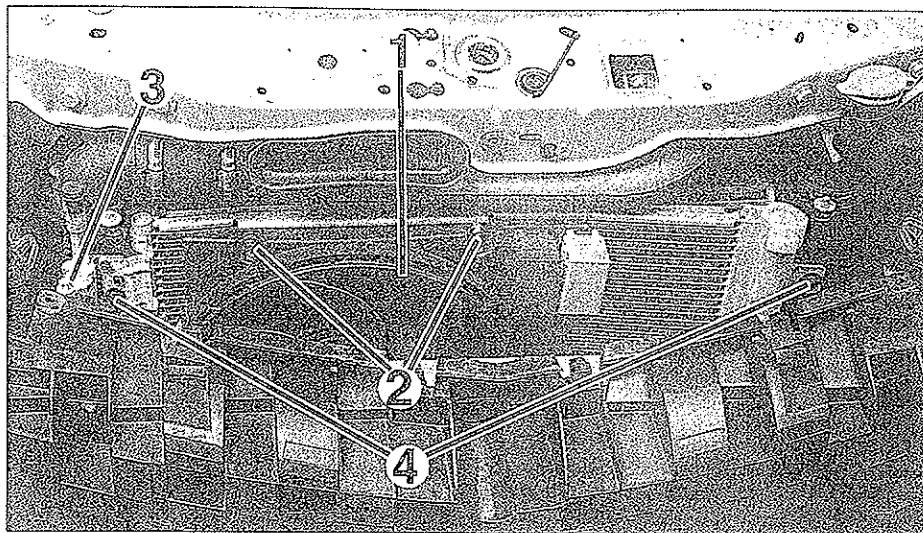
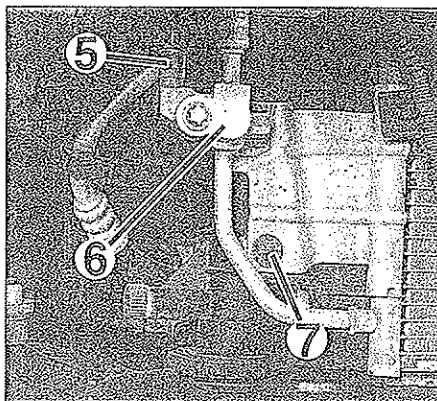

FIG. 22
FIG. 23
- Desconectar el ventilador de refrigeración (1) y separar el cableado eléctrico de su parte inferior (fig. 22).
- Desmontar los tornillos de fijación superior (2) del ventilador.
- Desmontar el ventilador (1).
- Desconectar la tubería superior (3) y cerrar los orificios con tapones adaptados.
- Desmontar los dos tornillos de fijación (4) del condensador.
- Desconectar el captador de presión (5) (fig. 23).
- Desconectar la tubería inferior (6) y cerrar los orificios con tapones adaptados.
- Desmontar los dos tornillos de fijación inferior (7) en ambos lados del condensador.